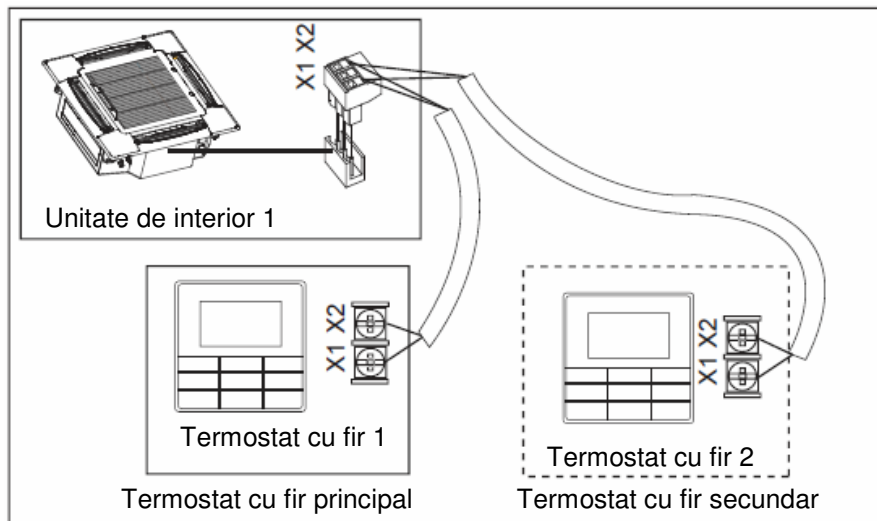

Figura 6.7
- Utilizati un termostat cu fir pentru a controla 1 unitate de interior sau 2 termostate cu fir (un maestru si un controlor de sclavi) pentru a controla 1 unitate de interior (a se vedea Figura 6.7);